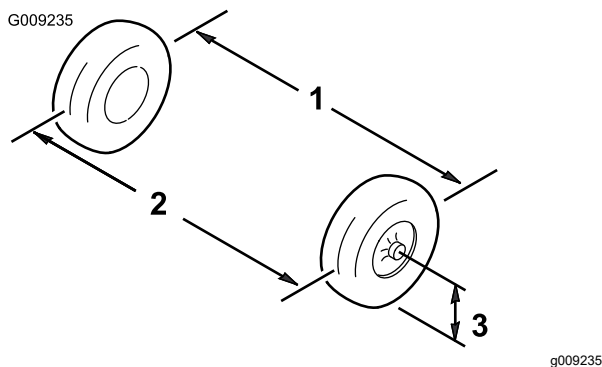

Figura 47
1. Măsurai distanța ambelor anvelope frontale la înălțimea osiei, atât în partea din față, cât și cea din spate a anvelopelor frontale (Figura 47).